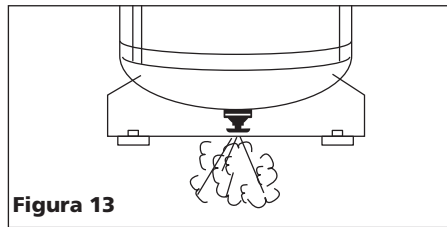

Figura 13
2. Drene el tanque. Apague el compresor y libere toda la presión, después: Abra la llave de drenaje, ubicada debajo del tanque, para drenarle toda la humedad (Vea la Figura 13).